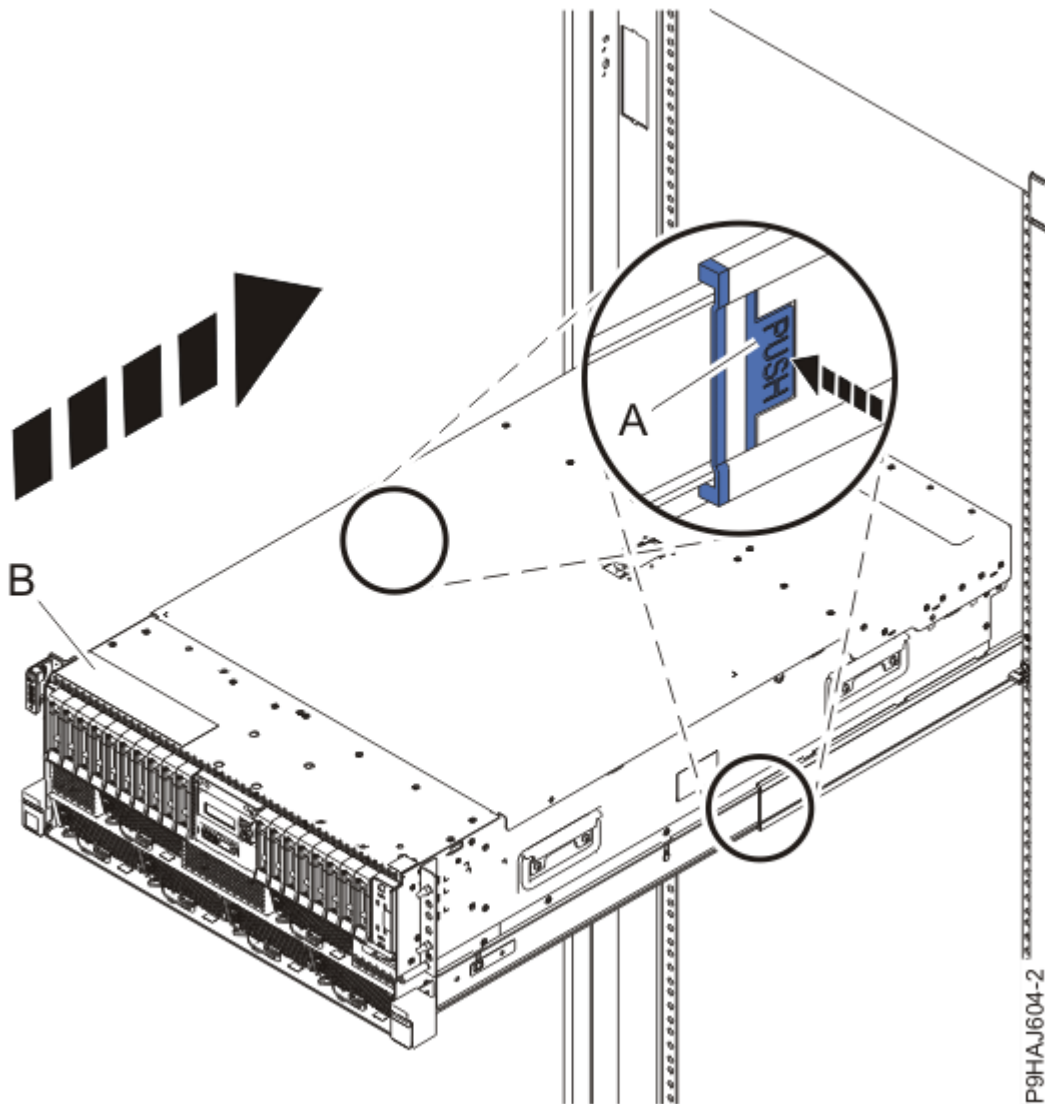

Abbildung 60. System in die Betriebsposition bringen
3. Entsperren Sie bei einem Einschubsystem die blauen Schienensicherungsverriegelungen (**A**), indem Sie sie nach innen drücken (siehe Abbildung 60 auf Seite 83).